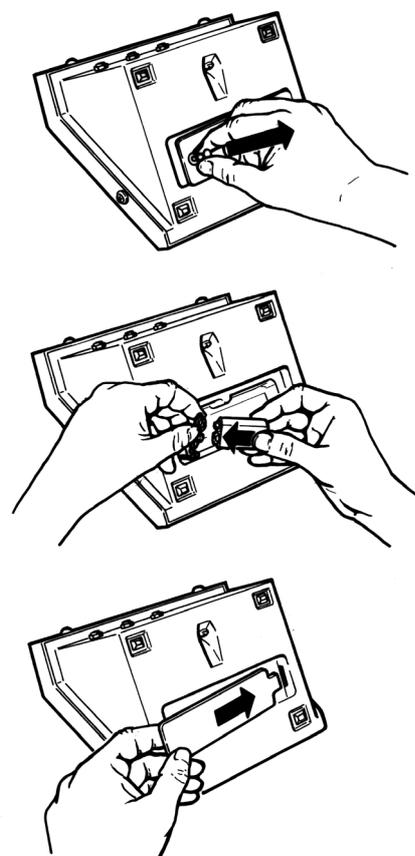

Bild 2 Einsetzen der Batterie
Zur Inbetriebnahme müssen Sie, wie nebenstehend in Bild 2 gezeigt, die beiliegende 9 V Alkali -Blockbatterie einsetzen. Schalten Sie das Gerät hierzu durch Drehen des Pegelsteller ① an den linken Anschlag aus. Im Fenster der Pegelanzeige ② muß 0/OFF zu lesen sein. Öffnen Sie das Batteriefach (Rückseite des Gerätes) durch Ziehen des Knopfes. Verbinden Sie die Batterie mit dem Anschlußkabel. Das Anschlußkabel muß merkbar auf den Anschlußkontakten der Batterie einrasten. Legen Sie die Batterie in das Fach und schließen Sie das Batteriefach durch Einrasten des Knopfes. Im Batteriefach ist zusätzlich Platz für eine Ersatzbatterie.